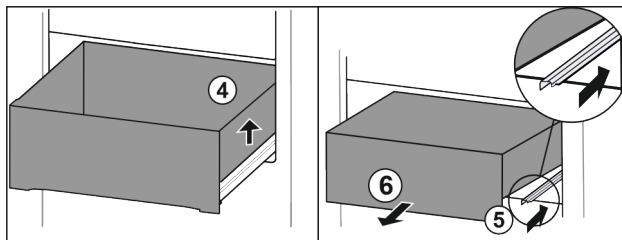

Fig. 13
- ▶ Приподнимите выдвижной ящик справа. Fig. 13 (4)
- ▶ Вставьте правую направляющую. Fig. 13 (5)
- ▶ Извлеките выдвижной ящик движением вперед. Fig. 13 (6)